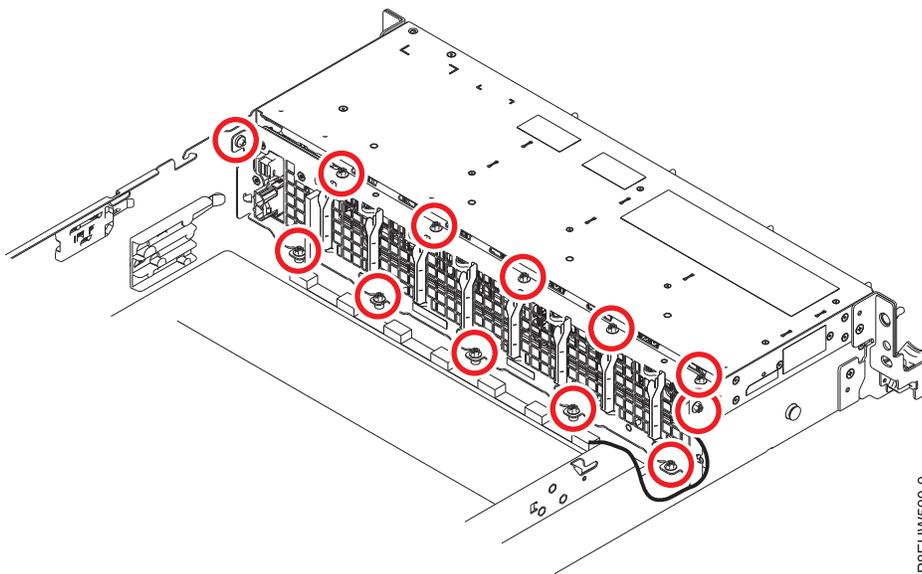

図 6. ディスク・ドライブおよびファン・カードのねじの位置
4. ディスク・ドライブおよびファン・カードの下部用の 5 本のねじを再取り付けします。図 6 は、12 本のねじの位置をすべて示しています。